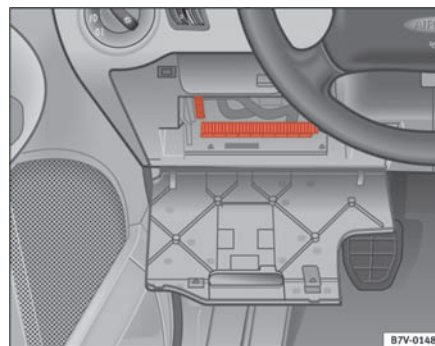

Fig. 162 Instrumentpanel i venstre side: sikringsboks
- Tag afdækningen af sikringsboksen $\Rightarrow$ fig. 162.